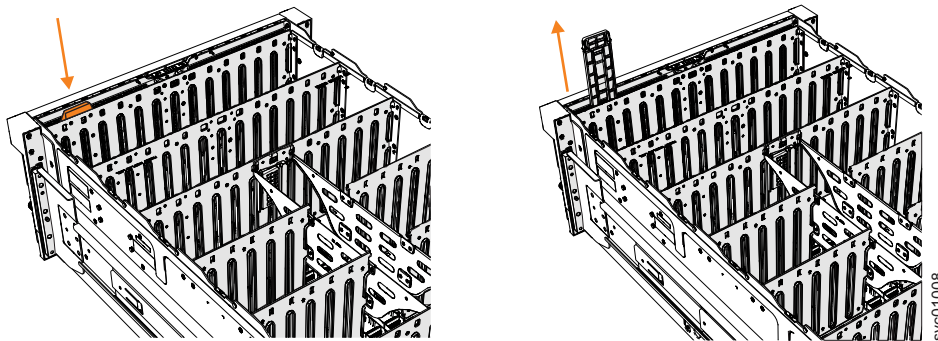

Abbildung 128. Konsolanzeigebaugruppe entfernen
3. Drücken Sie auf den Lösehebel oben auf der Konsolanzeigebaugruppe (siehe Abb. 128).